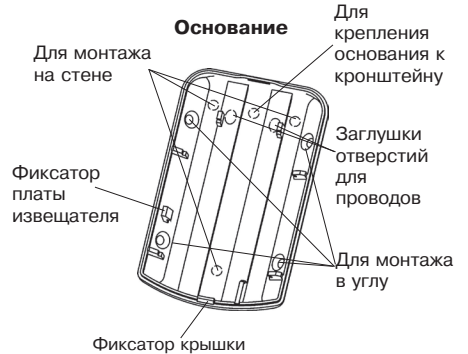

Рисунок 2 – Основание извещателя и кронштейн
- Снимите крышку извещателя, отжав при помощи отвертки фиксатор, расположенный в нижней части основания извещателя (рисунок 2);
- Просверлите в основании корпуса отверстия (рисунок 2), которые будут использоваться для прокладки проводов и крепления извещателя;